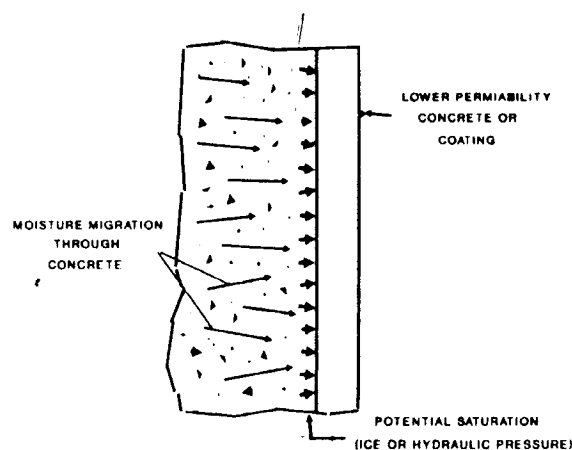

Fig 3.71 - Barrière d'étanchéité sur une surface de béton en contact avec une source d'humidité.
- Dans ce cas la migration d'humidité pourra être bloquée par le produit. La condensation de l'eau derrière le produit accélérera la dégradation et pourra provoquer la décohésion complète du produit (surtout en présence de cycles de gel-dégel) (Fig 3.71 et 3.72).